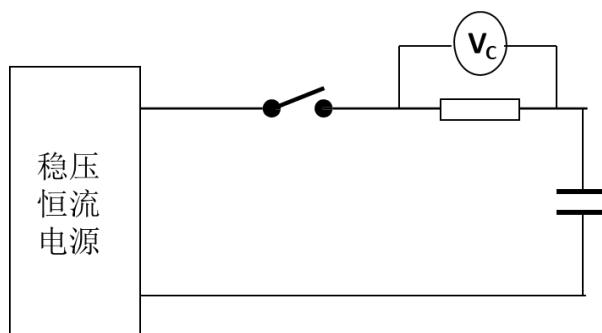

图4 漏电流测试电路图
- 用电压表记录 $72h$ 后保护电阻两端的电压 U_S , 如图 4 所示;